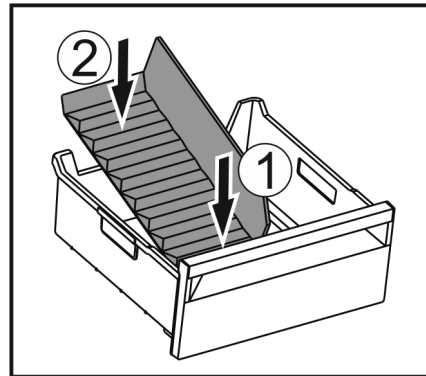

Fig. 165
- ▶ Вставити передню частину перегородки відділення для льоду. Fig. 165 (1)
- ▶ Опустити задню частину перегородки відділення до дна ящика для кубиків льоду. Fig. 165 (2)